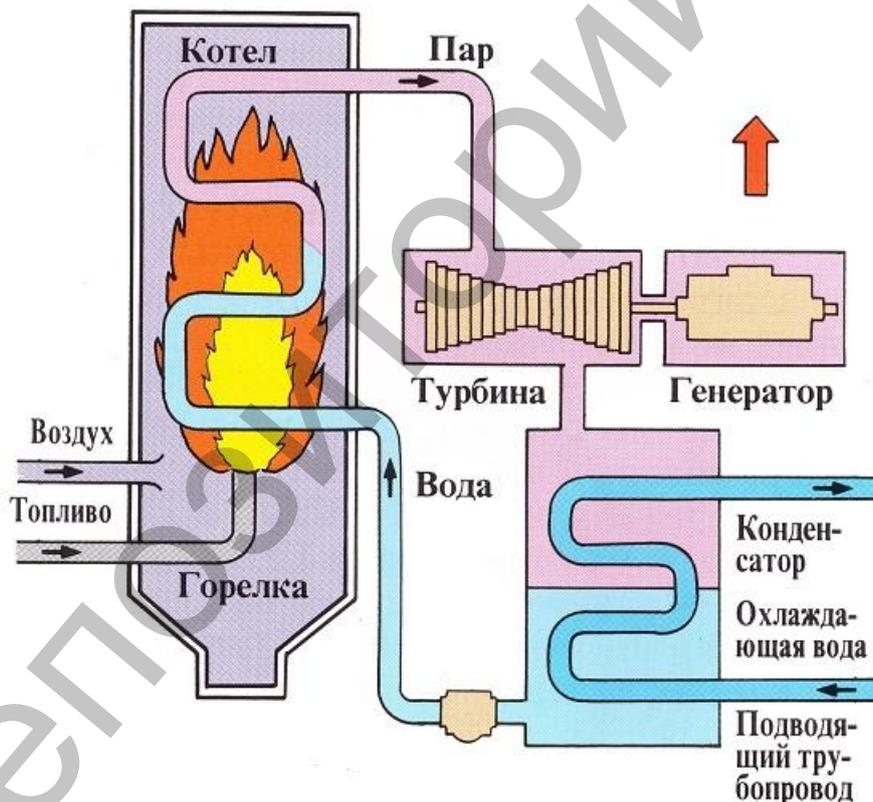

Рисунок 5 – Схема производства электроэнергии на КЭС
- **конденсационные** (КЭС), которые вырабатывают только электроэнергию, при этом весь отработанный пар конденсируется и в виде пароводяной смеси возвращается в котлоагрегат для повторного использования (рисунок 5).